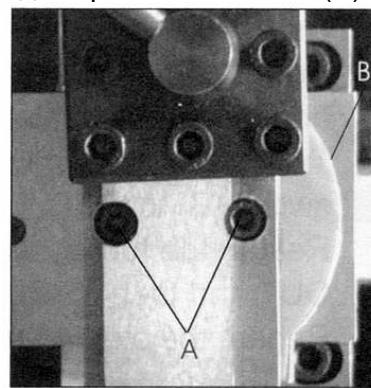

Рис.8
Чтобы установить продольный суппорт для пиления под углом, двигайте салазки, пока не покажутся два крепёжных винта (A), см. Рис.8